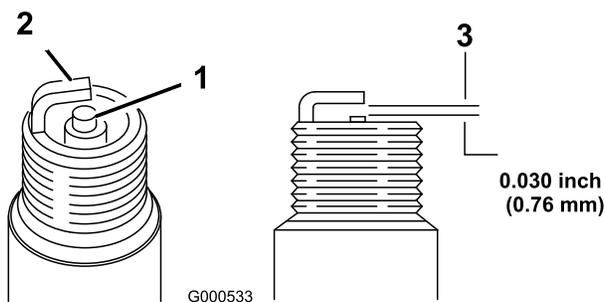

Figura 21
5. Impostate la distanza tra gli elettrodi a 0,76 mm (Figura 21).